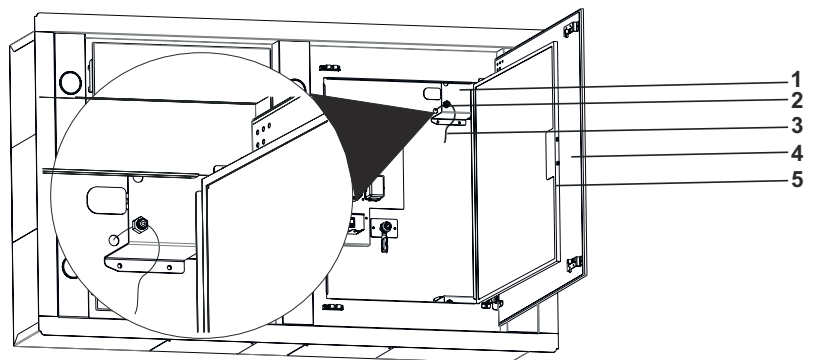

Fig. 13
8. ➔ Vip kantsugpladen- / glasset ud (4/ Fig. 13).
Fjern fedtfilterne (Fig. 13/5) og træk stålwirene igennem sikkerhedslåsene oppe fra og ned (Fig. 13/2) . Gør dette for alle 4 stålwire der medfølger.
Når emhætten er hævet til loftet og der ikke længere kan trækkes i stålwirerne, skal stålwirerne rulles sammen og lægges ind i opbevaringspladserne. Bemærk; når stålwirerne er lagt ind i opbevaringspladserne, skal den bøjelige metal bukkes sammen, så stålwirerne ikke ryger ud (Fig. 13/1).